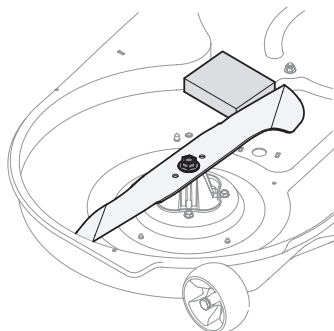

Figure 35
2. Placez un morceau de bois entre le boîtier du plateau de coupe et la lame de coupe pour empêcher tout mouvement. Voir Figure 35.
3. Retirez l'écrou qui fixe la lame à la fusée. Voir Figure 35.